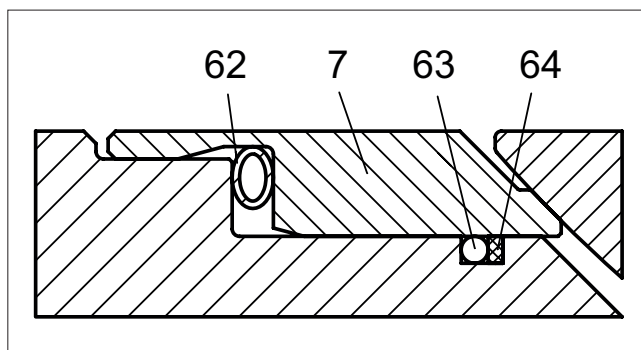

Fig. 8 Sièges T et S
- Placer les joints arrière (63) dans leur position par rapport aux rainures du corps. Voir Figure 8.
- Placez les bagues anti-extrusion (64) faites de bandes PTFE sur le côté du joint torique. Pour assurer la flexibilité de la jointure, les bouts de la bande doivent être biseautés.
- Placez le ressort (62) dans la rainure du siège (7). Voir les instructions au début de cette section.